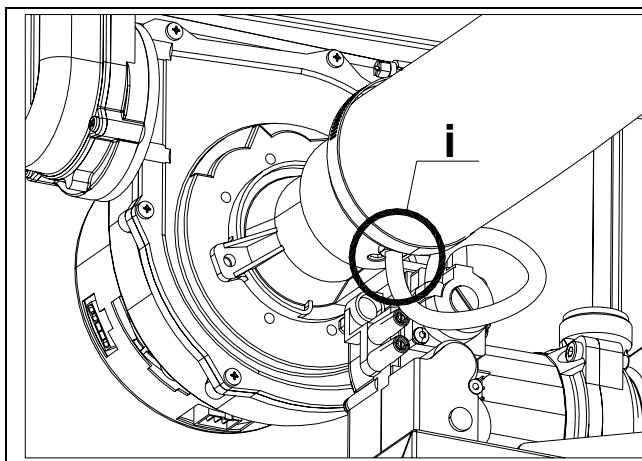

Figura 18
- 7) Scollegare il tubetto in silicone posto sul venturi (vedere Figura 18 a pagina 37), inserirlo su un raccordo a T.